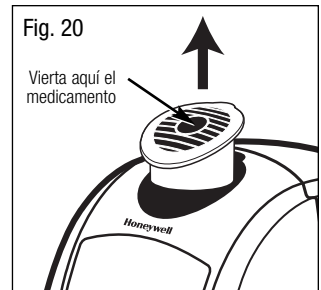

Fig. 20
- Retire el recipiente para medicamentos del humidificador tirando con fuerza hacia arriba (Fig. 20).